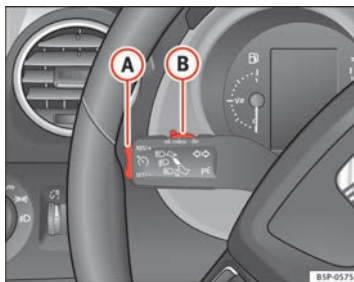

Fig. 153 Leva degli indicatori di direzione e degli abbaglianti: interruttore e tasto di comando del regolatore di velocità
- Spostare verso sinistra l'interruttore → fig. 153 **(A)**, posizionandolo su **ON**.